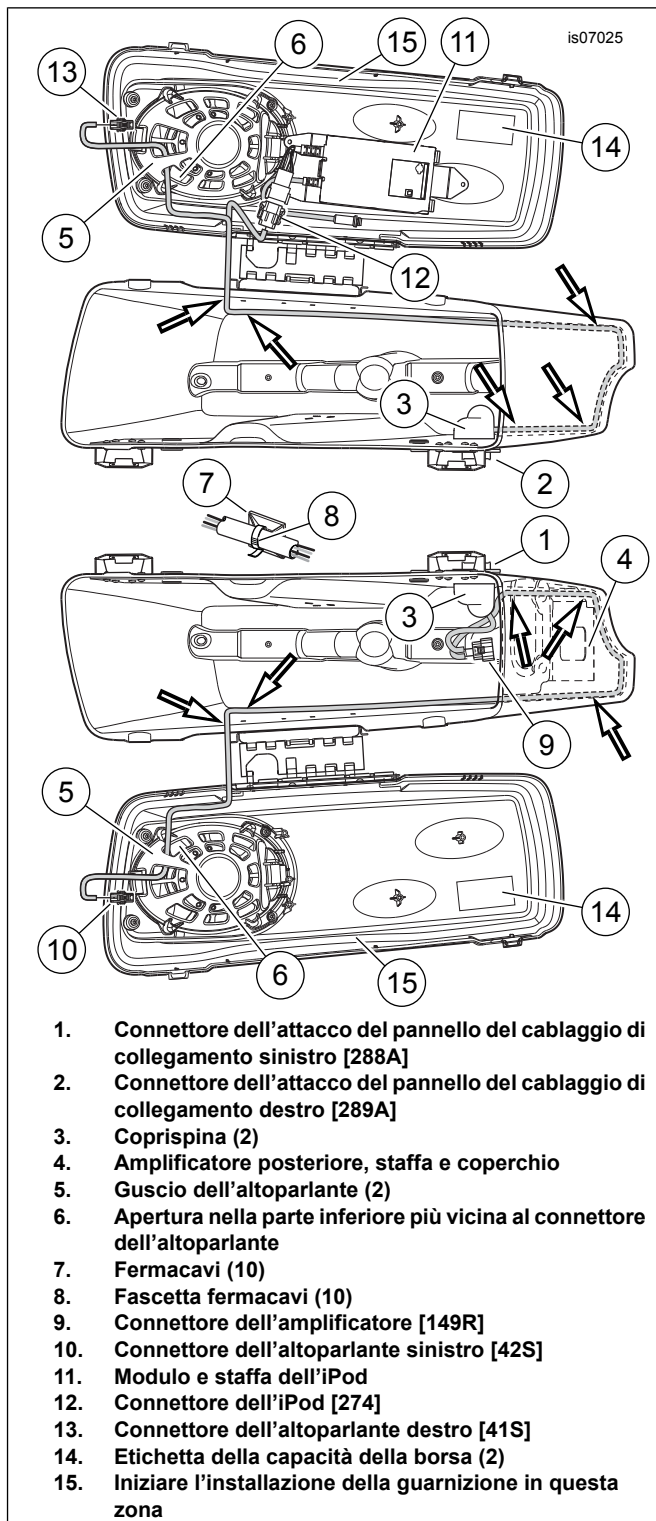

Figura 8. Disposizione del cablaggio all'interno delle borse
- Iniziare l'installazione della guarnizione al centro del lato verso l'interno del coperchio, quello opposto alla cerniera (vedere Figura 8, elemento 15).
3. Vedere Figura 8. Installare il coprispina (3) sopra il connettore dell'attacco del pannello (1) ed il cablaggio di collegamento dalla parte **interna** della borsa. Inserire due viti attraverso la flangia del connettore e la parete della borsa e nei fori filettati del coprispina. Serrare ad una coppia di 3,95–4,52 N·m (35–40 in-lbs).
5. Disporre il connettore [42S] attraverso l'apertura nella parte inferiore (6) del guscio dell'altoparlante (5), il più vicino possibile al connettore dell'altoparlante, e collegarlo al connettore dell'altoparlante.
6. Procurarsi dal kit cinque fermacavi (7) e cinque fascette fermacavi (8). Rimuovere il rivestimento dal retro adesivo di ciascun fermacavi e fissare alle pareti interne della borsa, a circa 25 mm (1 in) al di sopra della parte inferiore della borsa, come indicato. Fissare il cablaggio di collegamento ai fermacavi con le fascette fermacavi.
- Vedere Figura 8. Disporre **entrambi** i tratti di cablaggio verso il basso quindi all'indietro, intorno alla parte esterna, quindi verso l'alto davanti all'ormeggio del coperchio della borsa.
2. Disporre il connettore [41S] (elemento 13) attraverso l'apertura nella parte inferiore (6) del cestello dell'altoparlante (5) il più vicino possibile al connettore dell'altoparlante e collegarlo al connettore dell'altoparlante.
3. Affiggere cinque fermacavi (7) alle pareti interne della borsa, a circa 25 mm (1 in) al di sopra del fondo della borsa, come mostrato. Fissare il cablaggio di collegamento ai fermacavi con le fascette fermacavi (8).